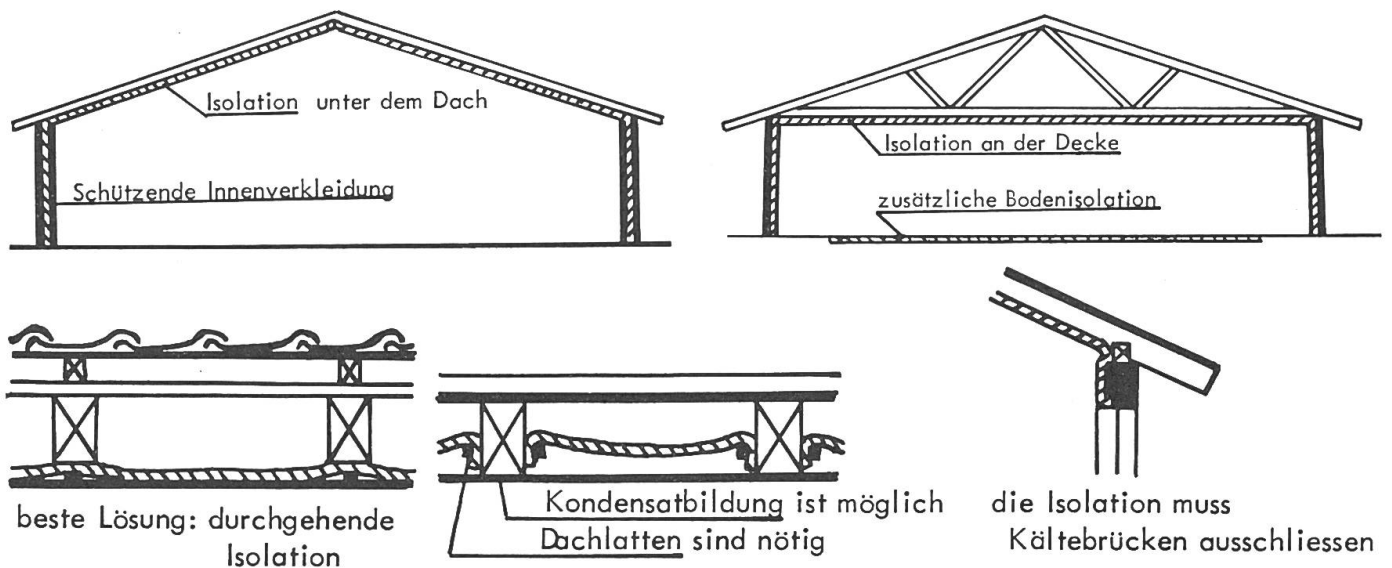

Abb. 3: Beispiele raumumschliessender Isolation.
- Die Isolation muss im doppelten Sinne raumumschliessend sein. – Die Isolationsschicht darf keine Kaltbrücken übrig lassen und die Isolation muss dort luftabschliessend sein, wo es andere Bauelemente nicht sind (Dach, Abb. 3).